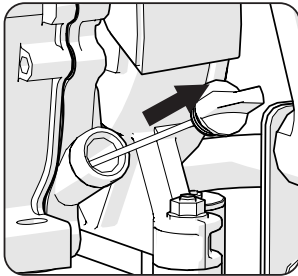

Abb. 18
- Entfernen Sie den Öleinfülldeckel. **(Abb. 18)**